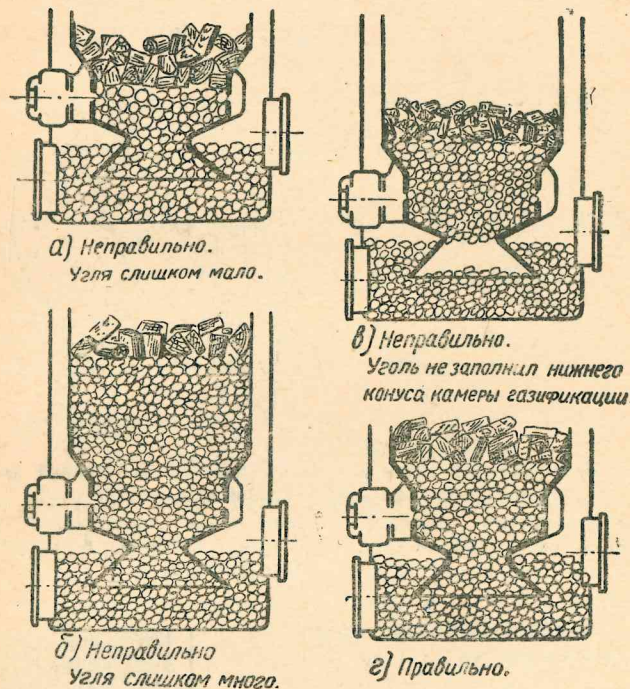

Рис. 40. Неправильная (а, б, в) и правильная (г) заправка газогенератора древесным углем.
2. В камеру газификации попала свежая, необугленная древесина, вследствие несвоевременной догрузки чурок или неправильной первоначальной загрузки газогенератора (рис. 40-а).
3. Образование следов в газогенераторе при выгорании нижних слоев топлива и «зависании» вышележащих слоев или при неправильной загрузке углем (рис. 40-в).